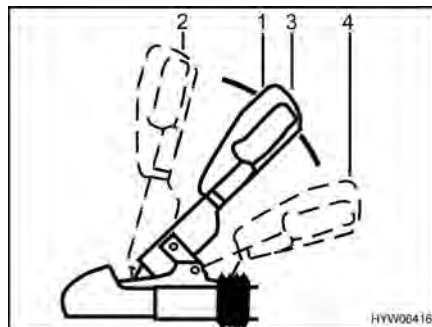

Fig. 4 Accouplement de sécurité WS 3000 D
- Tirer la poignée d'attelage (Fig. 4,1) vers le haut en position "ouvert" (Fig. 4,2). L'accouplement de sécurité est ouvert.
- Poser l'accouplement de sécurité ouvert sur la rotule d'attelage du véhicule tracteur et lâcher la poignée d'attelage. La poignée glisse d'elle-même en position initiale (Fig. 4,3).
- Activer l'installation du dispositif de stabilisation. Appuyer la poignée d'attelage en position fermée (Fig. 4,3) jusqu'à la butée vers le bas (Fig. 4,4).
Pour éteindre le dispositif de stabilisation, p. ex. pour manœuvrer, tirer lentement la poignée d'attelage (Fig. 4,1) vers le haut jusqu'à la position fermée (Fig. 4,3).